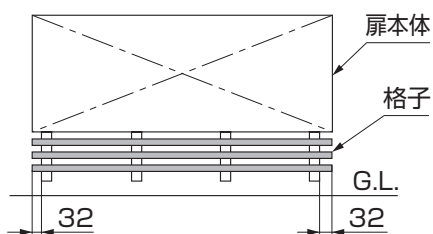

図5-1 平地の場合
- ①平地の場合は本体の幅に合わせて、傾斜地の場合は、本体幅と傾斜に合わせて格子を切断してください。(図5-1、5-2参照)